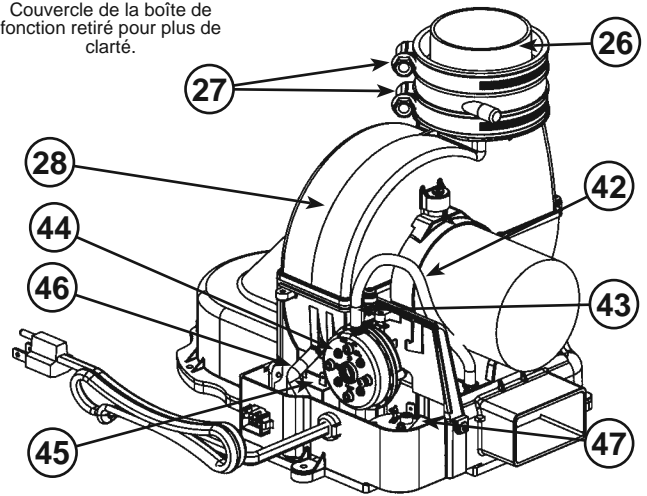

Figure 54.
- 26 \*\*\*\*Accouplement en caoutchouc (voir Figure 5) (voir aussi Figure 54)
- 27 Collier de serrage (voir Figure 5) (voir aussi Figure 54)
- 28 \*\*\*Soufflerie et cordon d'alimentation (voir Figure 5) (voir aussi Figure 54)
- 42 Tube d'air (apport) (voir Figure 5) (voir aussi Figure 54)
- 43 Limiteur de température, soufflerie (voir Figure 5) (voir Figure 54)
- 44 Pressostat apport d'air (NF) (dans boîtier) (voir Figure 5) (voir aussi Figure 54)
- 45 Condensateur (voir Figure 5) (voir aussi Figure 54)
- 46 Tube d'air (évacuation) (voir Figure 5) (voir aussi Figure 54)
- 47 Pressostat évacuation (NO) (dans boîtier) (voir Figure 5) (voir aussi Figure 54)